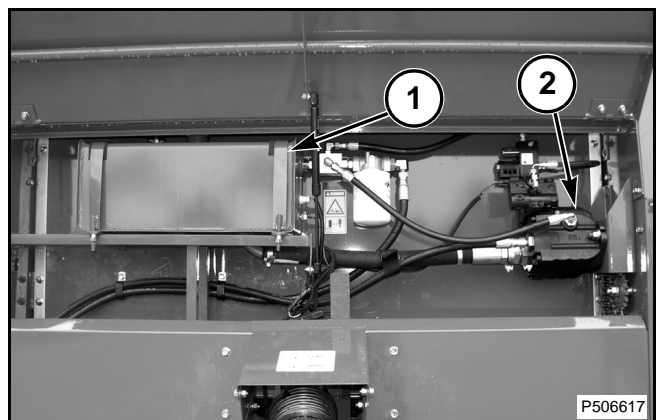

FIG. 10
FIG. 10: Las enfardadoras con sistema hidráulico incorporado incluyen un tanque (1) y una bomba a pistón de cilindrada variable con compensación de presión (2). La presión de la bomba de pistón de desplazamiento variable de presión compensada viene ajustada de fábrica y no es necesario que el operador realice ajustes adicionales.